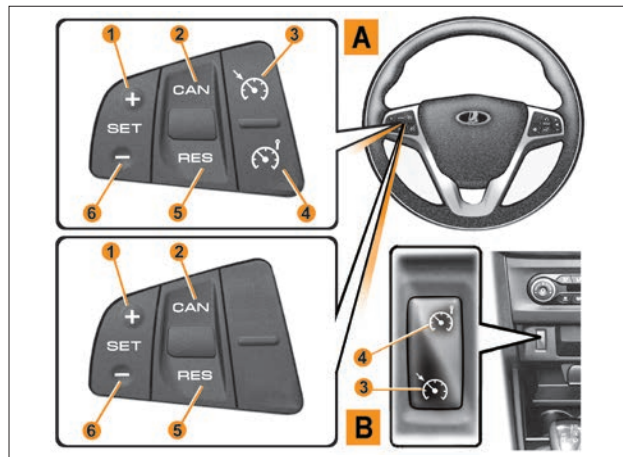

Рис. 5.1. Блок управления системами «Круиз-контроль» и «Ограничитель скорости»
Нажмите кнопку **4** (рис. 5.1) включателя/выключателя «Ограничителя скорости». На щитке приборов появится сигнальная лампа включения ограничителя скорости, сообщение «ЛИМИТ» и пунктирная линия, которые проинформируют Вас о включении «Ограничителя скорости» и о готовности сохранения значения ограничения скорости. Для установки текущей скорости нажмите кнопку **1 (+)**: вместо пунктирной линии появится значение ограничения скорости. Минимальное значение, которое можно занести в память, 30 км/ч.
Нажмите кнопку **3** (рис. 5.1).
При постоянной скорости (выше 30 км/ч) нажмите на кнопку **1 (+)** (рис. 5.1): функция активируется, и значение текущей скорости заносится в память.
- кнопка **1 (+)** (рис. 5.1) для увеличения скорости,
Занесенное в память значение скорости можно вызвать, если дорожные условия это позволяют (плотность движения, состояние дороги, погодные условия и т. д.). Если скорость автомобиля выше 30 км/ч, нажмите на кнопку **5** (рис. 5.1).
Если Вы нажимаете на кнопку **3** (рис. 5.1), режим регулирования скорости будет отменен без сохранения зна-